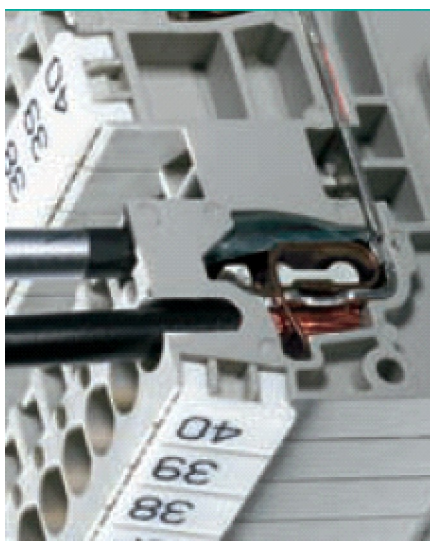

Рисунок 2
3) Ввести внешние провода через кабельные вводы (сальники), зачистить от изоляции концы проводов на длину 10...11 мм. На многожильные провода обжать трубчатые наконечники или облудить зачищенные концы. Клеммные колодки ХТ2, ХТ4, ХТ5 – пружинного типа (безвинтовые). Для присоединения провода необходимо вставить (надавливая с усилием) плоскую отвертку с шириной рабочего конца 3...4 мм в квадратное отверстие в требуемой клемме, и вставить провод до упора в круглое отверстие, расположенное ниже квадратного. Затем, удерживая провод, вынуть отвертку (см. рисунок 2).